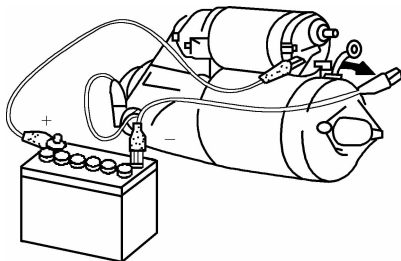

图 4-12 保持动作试验
(2) 保持动作试验 在吸拉动作基础上，当驱动齿轮保持在伸出位置时，拆下电磁开关“C”端子上的电缆夹，如图 4-12 所示，此时驱动齿轮应保持在伸出位置不动。如驱动齿轮回位，说明保持线圈断路，应予修理。